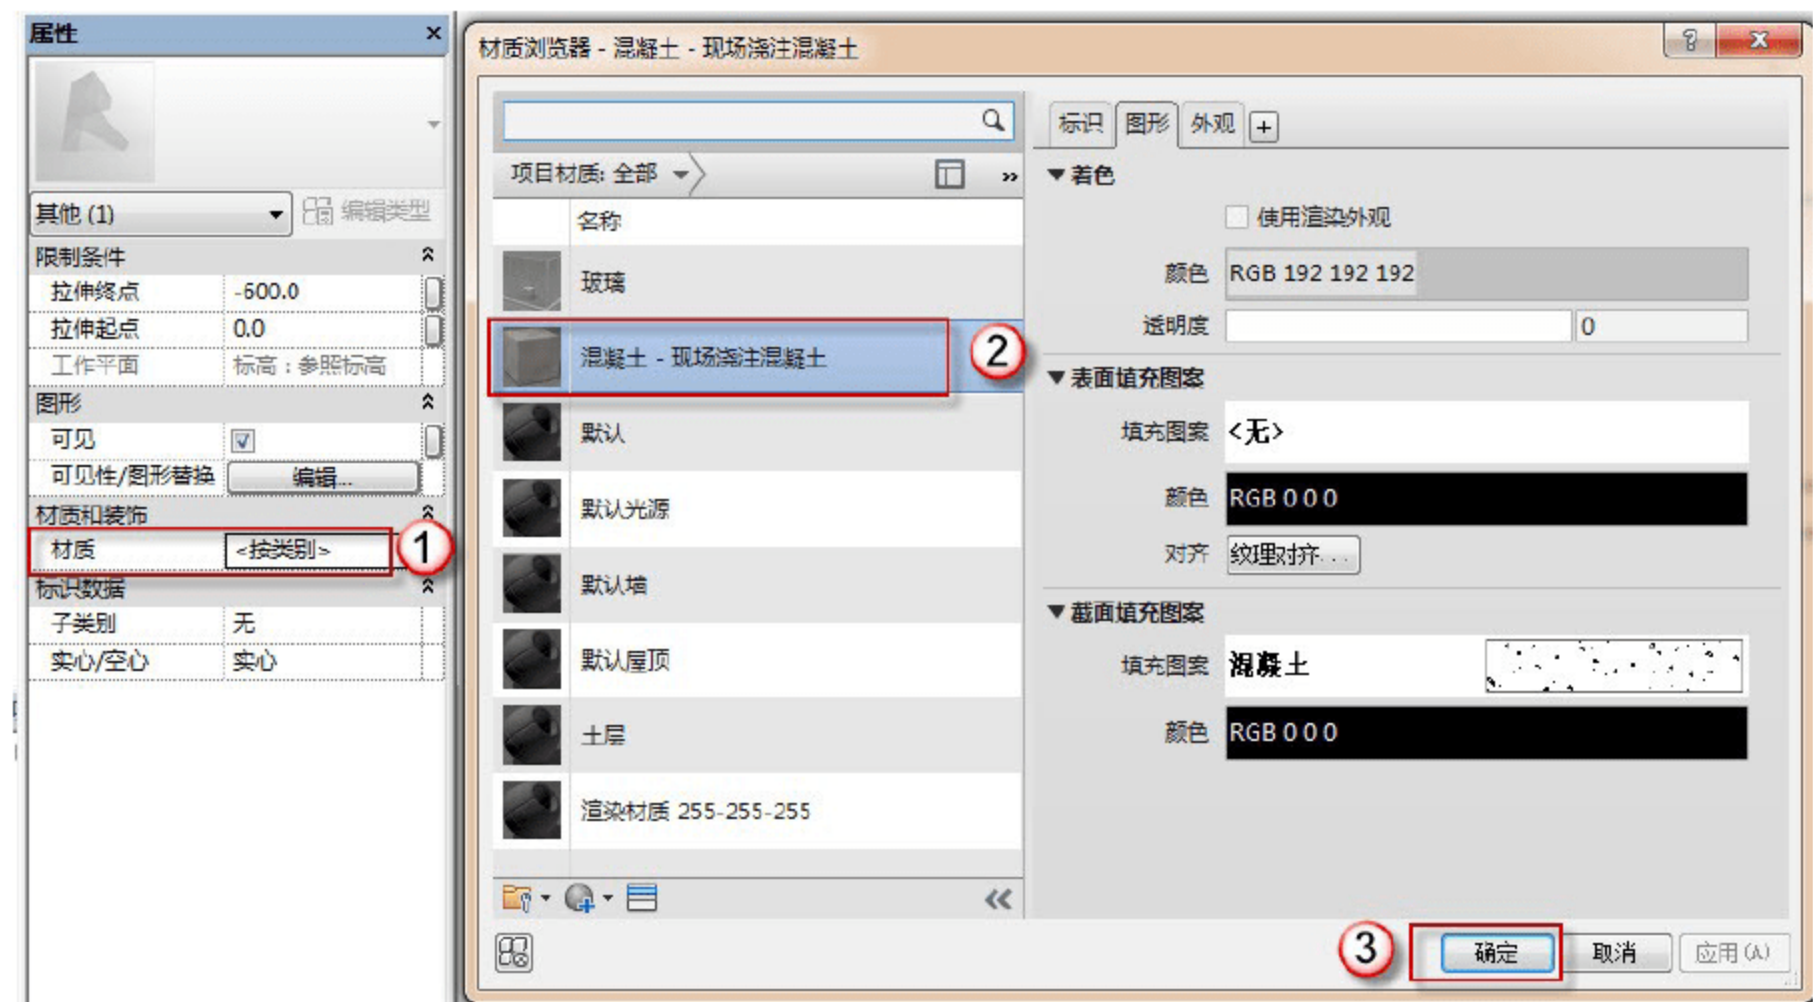

图 2.1.59 添加材质
(7) 添加材质。选择“立面”→“前”命令，承台和垫层同在立面视图中。选择“承台”，在“属性”面板中单击“材质”按钮，在弹出的“材质浏览器”对话框中，依次单击“混凝土-现场浇注混凝土”→“确定”按钮，如图 2.1.59 所示。同样选择“垫层”，在“属性”面板中单击“材质”按钮，在弹出的“材质浏览器”对话框中，依次单击“混凝土-现场浇注混凝土”→“确定”按钮。